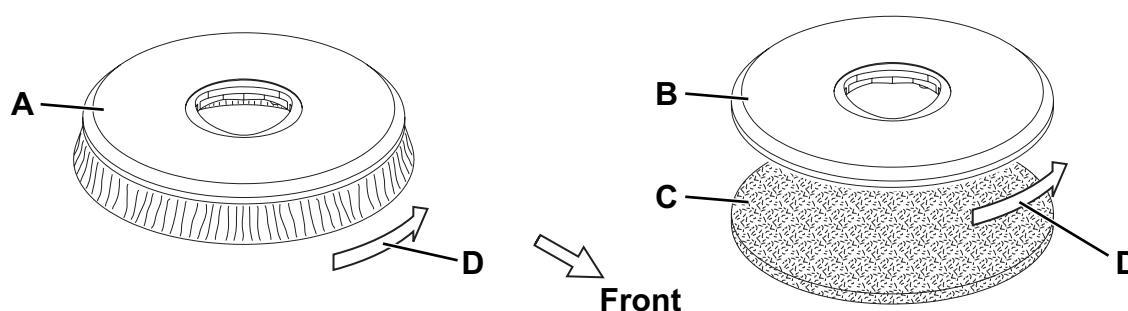

Figure 1
Selon le type de sol à nettoyer, il est possible d'installer la brosse (A, Fig. 1) ou le plateau support disque (B et C).
1. Soulever la tête porte-brosse / plateau support disque (12) en faisant levier sur le guidon (1).
2. Positionner la brosse (A, Fig. 1) ou le plateau support disque (B et C) sous la tête (12).
3. Baisser la tête (12) au moyen du guidon (1).
4. Tourner la manette (32) sur un des programmes indiqués.
5. Appuyer sur le bouton-poussoir de validation (39) et sur les leviers de rotation brosse (40) en même temps pendant quelques secondes, pour permettre l'accrochage de la brosse / plateau support disque.
6. Arrêter la machine en tournant la manette (32) sur «0».
7. Soulever légèrement la tête de la machine en faisant levier sur le guidon (1), puis décrocher manuellement la brosse / plateau support disque du moyeu en la tournant dans le sens contraire au sens de rotation (D, Fig. 1).